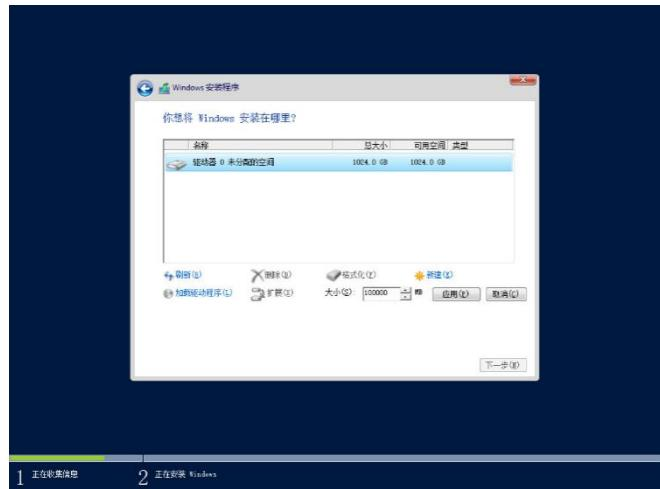

图 6-28
- j. 单击新建按钮，对磁盘进行分区。图中硬盘及分区大小仅供参考，通常安装 Windows Server 2012 建议系统磁盘的空间不小于 50G。如图 6-28 所示。